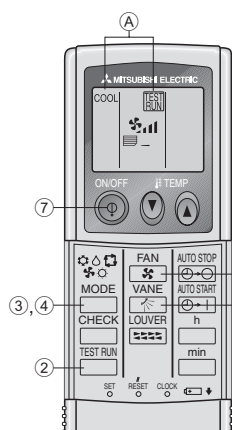

Fig. 7-2
7.2.2. Al usar el controlador remoto inalámbrico (Fig. 7-2)